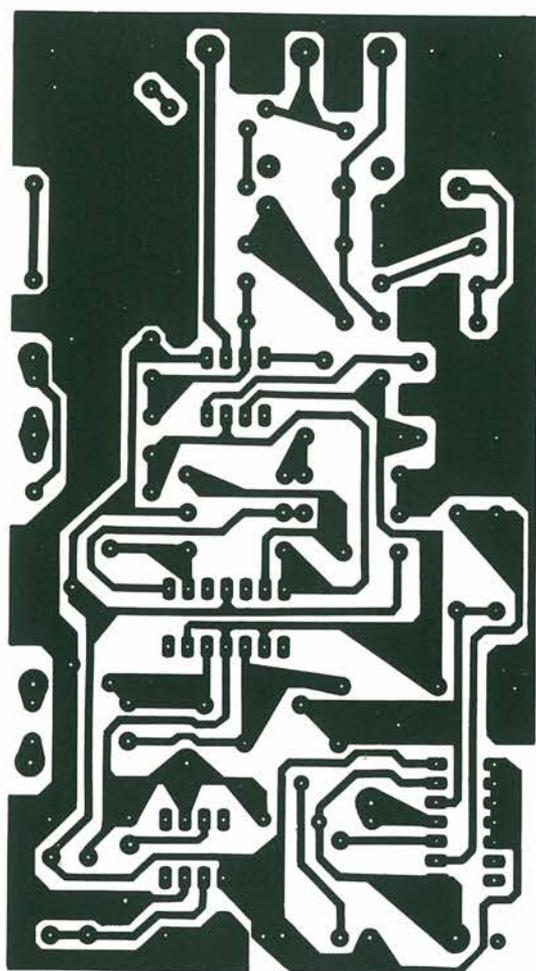

Figura 7. Circuito stampato scala 1:1.
V. Nelle bande di frequenza superiori, tra 500 kHz ed 1 MHz, dovranno essere inoltre regolati i compensatori C8 e C9, per rendere massima l'ampiezza. In queste condizioni, le divisioni della parte inferiore della scala (frequenze più basse) corrisponderanno alla realtà con sufficiente precisione. Avendo a disposizione un frequenzimetro digitale oppure un oscilloscopio, la scala potrà essere tarata con una precisione ancora maggiore. Poiché presumibilmente la maggioranza dei nostri lettori non potrà permettersi il lusso di strumenti tanto costosi, abbiamo messo a punto la scala delle frequenze illustrata in Figura 7, che dovrà essere ritagliata e poi incollata al pannello frontale: in questo modo, anche i dilettanti che non dispongano dei mezzi per effettuare una taratura di precisione, potranno costruire un buon generatore sinusoidale.